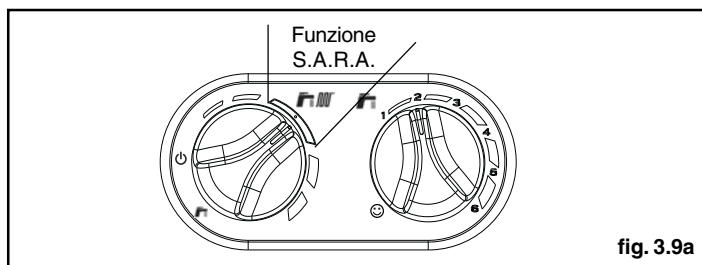

fig. 3.9a
### Funzione Sistema Automatico Regolazione Ambiente (S.A.R.A.) fig. 3.9a
- Lampeggiante veloce (frequenza 0,1 sec. acceso 0,1 sec. spento durata 0,5) ingresso/uscita funzione S.A.R.A. (Sistema Automatico Regolazione Ambiente) - Fig. 3.9a.